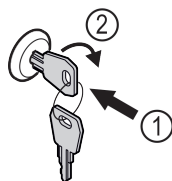

Fig. 110
- ▶ Vstavite ključ Fig. 110 (1).
- ▶ Ključ obrnite v smeri urnih kazalcev za 90° Fig. 110 (2).